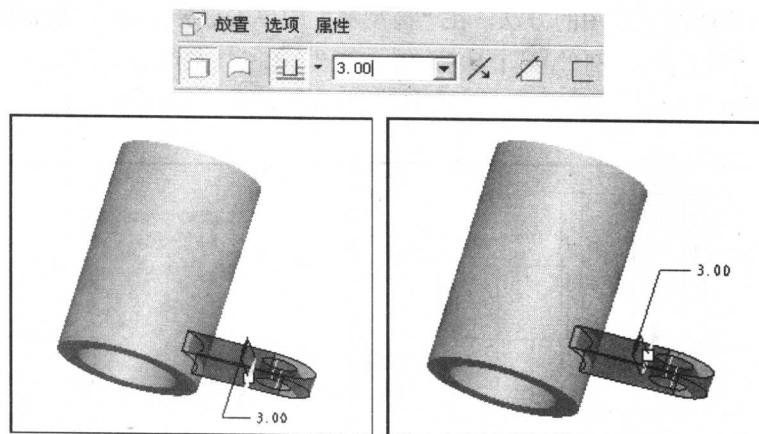

图 1-15 “拉伸”操控板和拉伸预览
(15) 使用与前面同样的方法, 对所绘草图进行拉伸设置。在“拉伸”操控板中单击“拉伸为实体”按钮 , 并设置深度值, 此时预览图中显示的拉伸方向与我们的要求相反, 在“拉伸”操控板中单击“反向”按钮 , 改变拉伸方向, 如图 1-15 所示。